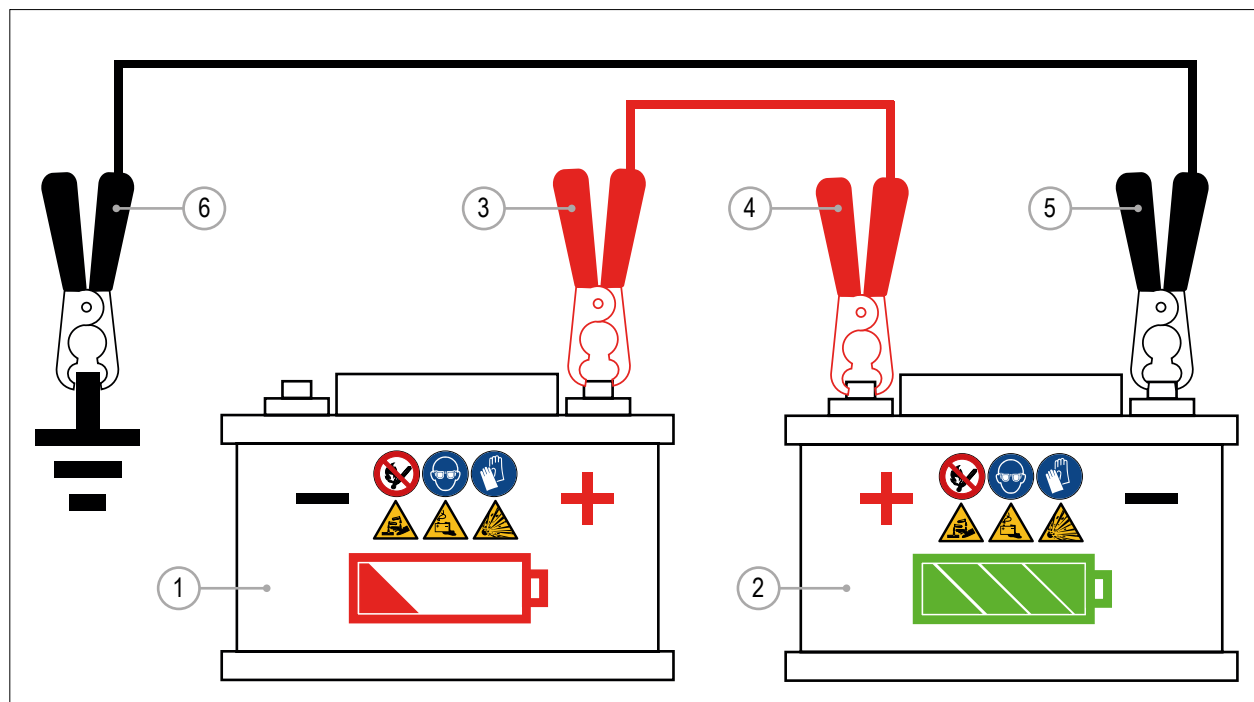

FIG. 37
Hvis maskinens batteri (FIG. 37 - Rif. 1) er defekt, kan motoren startes ved hjælp af et eksternt batteri og startkabler (se FIG. 37)
- 3) Sæt startkablets (+) til maskinbatteriets +pol (FIG. 37 - Ref. 3). Du kan også forbinde den direkte med + polen på startmotoren (FIG. 42 - Ref. 4).
- 4) Forbind startkablet med det eksterne batteris +pol. (FIG. 37 - Ref. 4).
- 5) Forbind startkablet (-) til det eksterne batteris - pol (FIG. 37 - Ref. 5).
- 6) Forbind startkablet (-) til maskinens stel eller motor (ikke batteriets -pol) (FIG. 37 - Ref. 6).